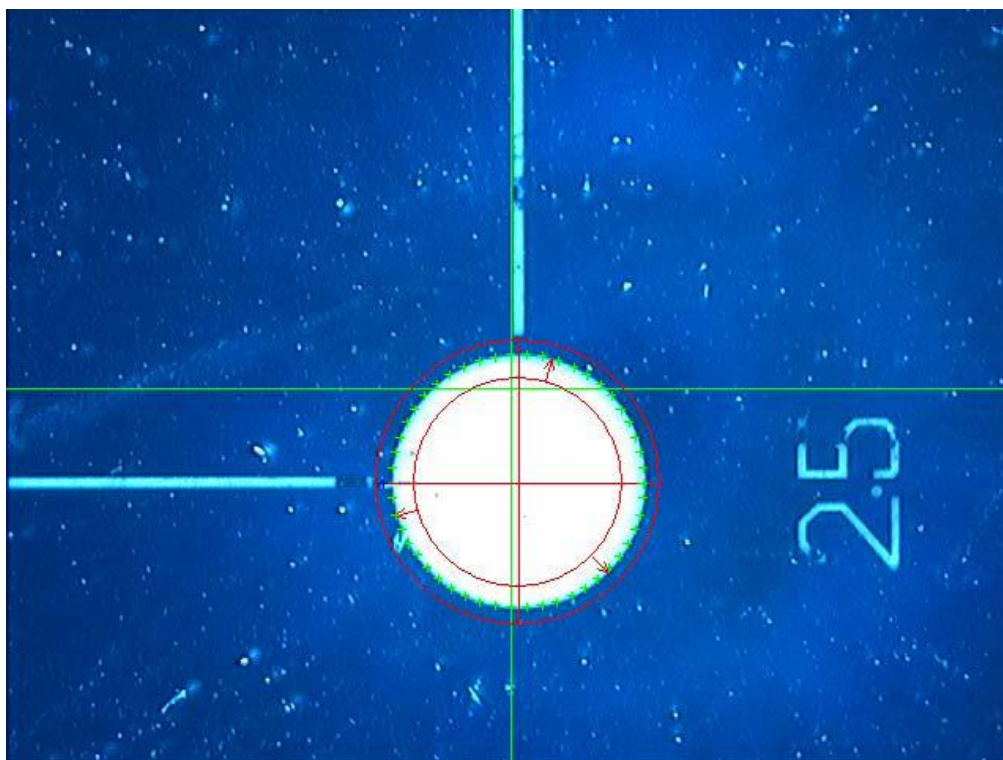

Figure 3-9
- II. Cliquer avec le bouton gauche de la souris lorsque le curseur se trouve au centre du cercle souhaité et le maintenir enfoncé tout en déplaçant le curseur à l'extérieur du cercle (un anneau apparaît comme sur la Figure 3-9 et vous pouvez déplacer le curseur pour changer le diamètre de l'anneau), puis cliquer à nouveau avec le bouton gauche pour déterminer le diamètre de l'anneau. Vous pouvez également cliquer à trois endroits différents du périmètre du cercle pour dessiner un anneau.